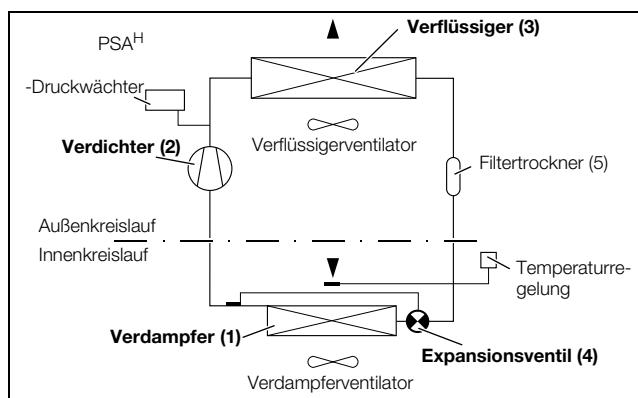

Fig. 2: Kältekreislauf
Das Kühlgerät (Kompressionskälteanlage) besteht aus den vier Hauptbestandteilen (Abb. 2): Verdampfer (1), Kältemittelverdichter (Kompressor) (2), Verflüssiger (Kondensator) (3) sowie dem Regel- bzw. Expansionsventil (4), die durch Rohrleitungen miteinander verbunden sind. Dieser Kreislauf ist mit einem leicht siedenden Stoff, dem Kältemittel, aufgefüllt. Das Ozon-Zerstörungspotenzial (OZP) des Kältemittels beträgt 0. Es ist somit sehr umweltfreundlich. Ein Filtertrockner (5), der in den hermetisch geschlossenen Kältekreislauf integriert ist, bietet wirksamen Schutz gegen Feuchtigkeit, Säure, Schmutzteilchen und Fremdkörper im Inneren des Kältekreislaufes.